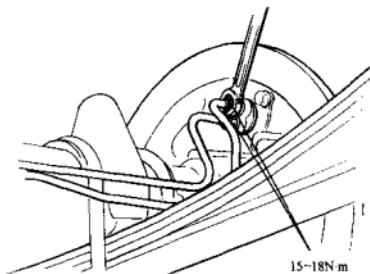

图 13-35
- (10) 从油管端头拆下通气螺塞盖，然后将制动管连接到车轮制动分泵上，并把连接螺母拧紧到规定的力矩14~18N·m（图13-35）。